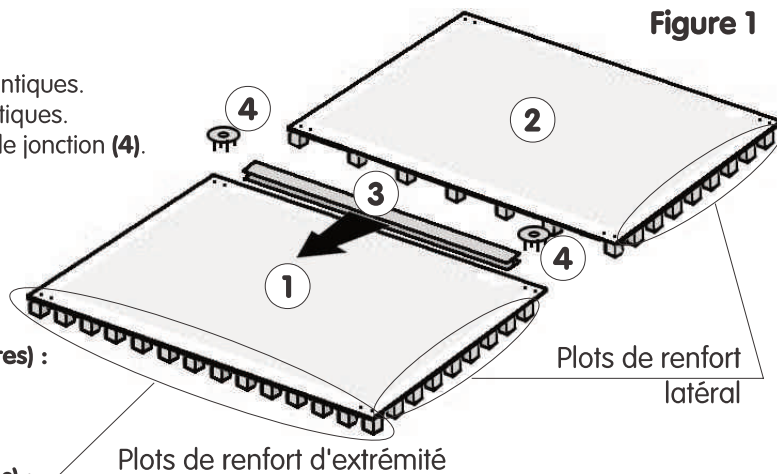

Figure 1
1 - Plancher (toutes les pistes) (voir Fig. 1) :
1 - Poser la première plaque d'extrémité (1) au sol, en positionnant les plots de renfort suivant Fig. 1 & 2.
2 - Emboîter un profil de jonction (3) centré sur la première plaque d'extrémité (1) (suivant Fig. 1).